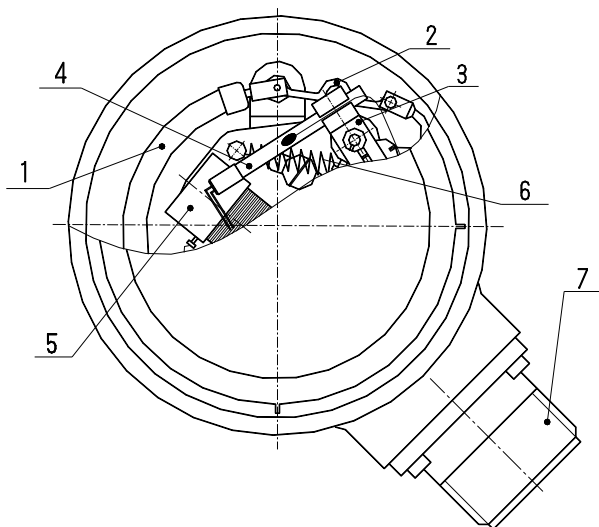

Рисунок 5 – Конструкция приемника:
3.3 Измеряемое давление передается в манометрическую пружину 1 (рисунок 5), вызывая перемещение ее незакрепленного конца. Перемещение конца манометрической пружины через тягу 2 и механизм 3 передается на колодку со щетками 4, при этом ее подвижный контакт (щетка) движется по потенциометру 5.